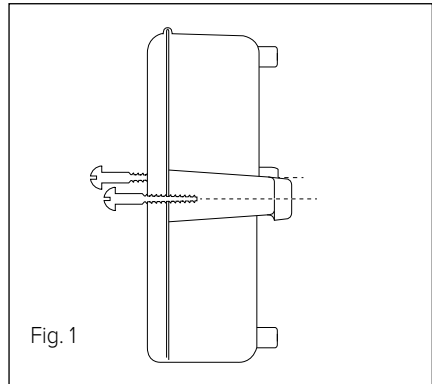

Fig. 1
- Fissare la sonda esterna alla parete (solo dopo aver eseguito l'associazione), nel punto prescelto, usando i tasselli e le viti fornite nel kit (Fig.1).